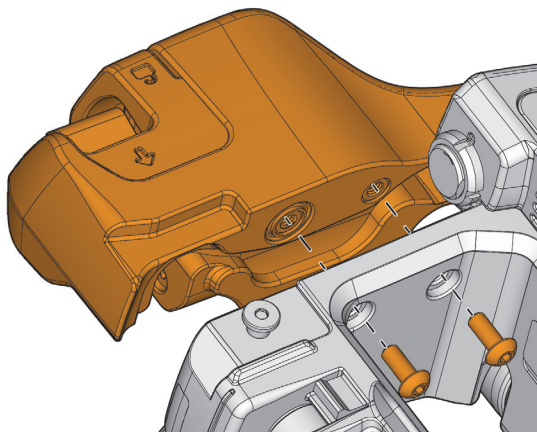

Figura 2-5 Rimozione dell'encoder dell'indice
1. Mediante la chiave a brugola da 2,5 mm in dotazione, rimuovere entrambe le viti di installazione dell'unità encoder dell'indice (vedi Figura 2-5 a pagina 52).